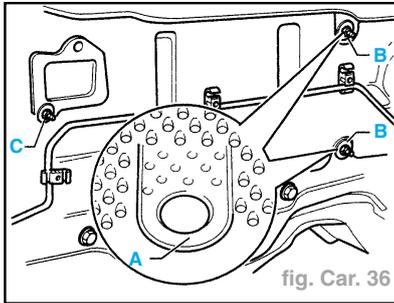

fig. Car. 36
- tuyau du liquide de refroidissement (A) arrivée venant de la culasse.
- tuyau du liquide de refroidissement (B) retour vers pompe à eau.
- Mettre un récipient sous le raccord du tuyau (B) et laisser prudemment le liquide de refroidissement s'échapper de l'échangeur thermique (avec l'air comprimé) via le raccord pour le tuyau (A).
- Relever le panneau de protection thermique aux endroits préalablement marqués (A) et déposer les écrous hexagonaux se trouvant derrière ainsi que les rondelles (B) (couple de serrage 1,5 daN.m) (fig. Car. 36).
- Déposer l'écrou hexagonal avec la rondelle (C).